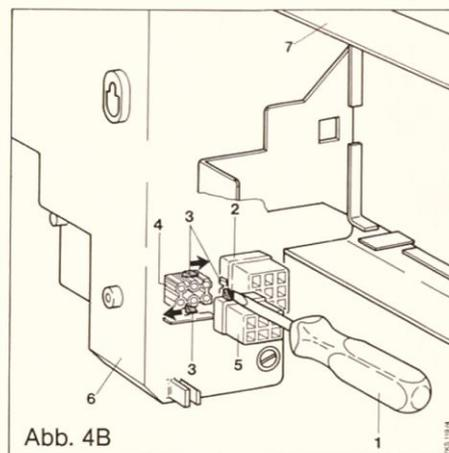

Abb. 4B
Den 6-poligen Anschlußstecker (6) an der VRC-Anschlußbuchse des Kessels bzw. Schaltpultes aufstecken, nachdem der dort vorhandene Blindstecker entfernt wurde. (Siehe Abb. 4B).
Legende zu Abb. 4B und 4C